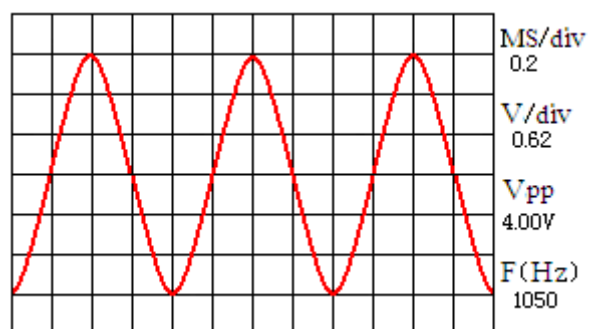

图 1-34-7
(1) 在外接信号  $J_2$  处输入幅度  $V_{pp}=4V$ 、 $f=1kHz$  的正弦波，调整相关按钮 (键)，使屏幕出现波形如图 1-34-7 所示。